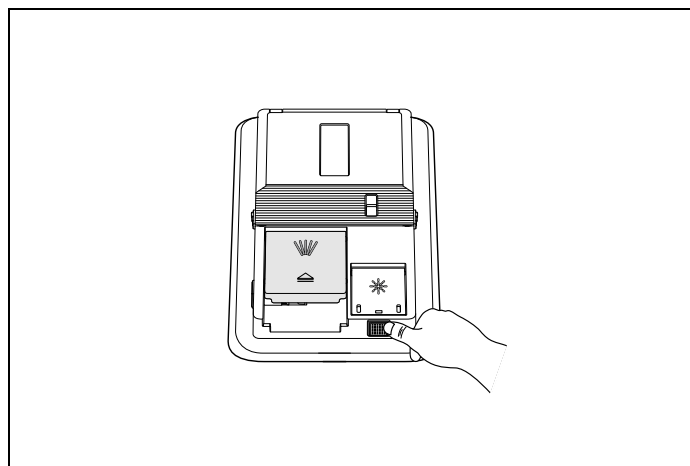

Fig. 71
- 1) Per riempire lo scomparto del brillantante, premere il pulsante Fig. 71 come indicato.